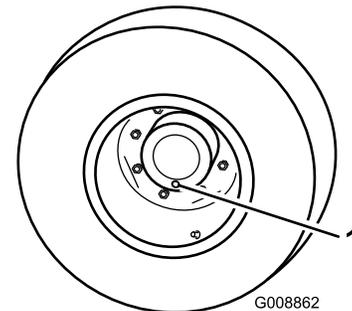

Figura 48
- Coloque a máquina numa superfície plana, posicione uma roda de forma a que um dos tampões de verificação se encontre na sua posição mais baixa (6 horas) (Figura 48).